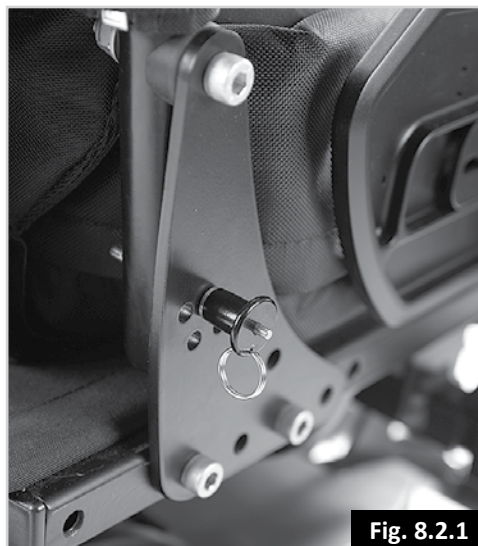

Fig. 8.2.1
8.4 Respaldo reclinable mecánicamente (90° a 102° - 4 posiciones) (Fig. 8.2.1)
Puede ajustar el respaldo en incrementos de 4°, eliminando los dos pasadores de liberación rápida (Fig. 8.2.1).